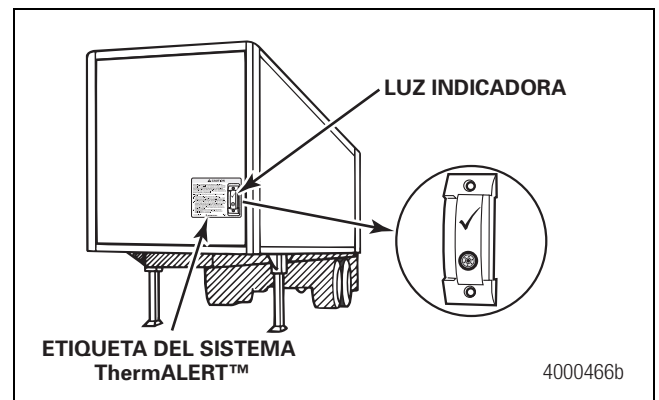

Figura 2.67
- Coloque verticalmente la luz indicadora sobre la parte del semirremolque que da hacia el frente de la carretera, a aproximadamente 30 pulgadas (76 cm) del fondo del acoplador y lo más cerca posible de la parte externa del semirremolque. La luz indicadora debe ser visible al conductor por el espejo retrovisor del lado de la carretera. Figura 2.67.